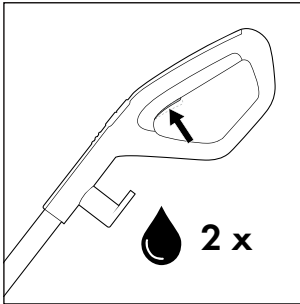
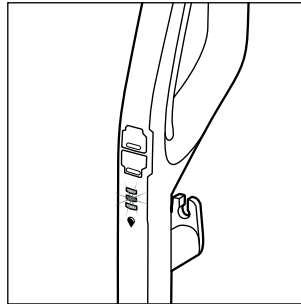

Abb. 18
Abb. 19
- ◆ Drücken Sie vor jedem Gebrauch zweimal kurz den Schalter Reinigungslösung **15**, um die Dauersprühfunktion zu aktivieren und die Bürstenrolle **6** mit Reinigungslösung betriebsbereit zu machen (siehe Abb. 18). Die Anzeige Reinigungslösung  **12** blinkt abwechselnd blau auf, wenn die Dauersprühfunktion aktiviert ist oder der Schalter Reinigungslösung **15** gedrückt gehalten wird (s. Abb. 19).